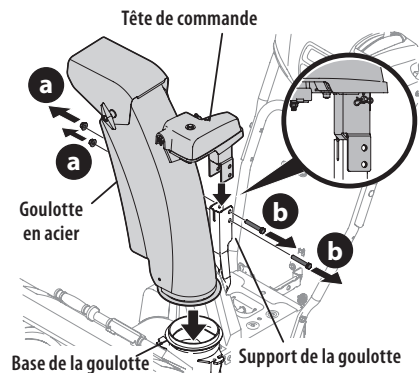

Figure 21
1. Retirez les écrous autobloquants (a) et les boulons (b) du support de la goulotte (vous aurez besoin de deux clés). Voir (Figure 21).
- Placez la goulotte sur sa base et placez la tête de commande sur le support de la goulotte. Voir (Figure 21).